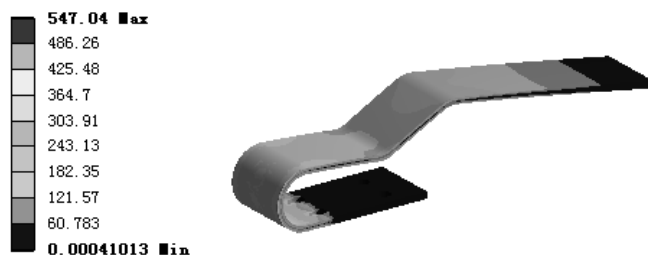

图 8.6.16 应力结果图解
(1) 求解分析。在顶部工具栏中单击 **Solve** 按钮求解分析。
(2) 查看应力结果图解。在“Outline”窗口中选中 **Equivalent Stress**,查看图 8.6.16 所示的应力结果,其最小应力为 0.00041013 MPa,其最大应力为 547.04 MPa。